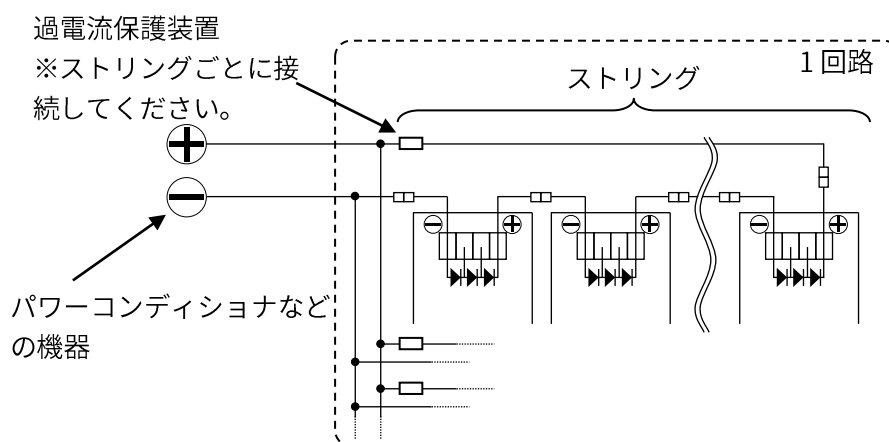

図 13. 3 本以上のstring を並列接続する場合
② 3 本以上のストリングを並列接続する場合 (図 13) ；